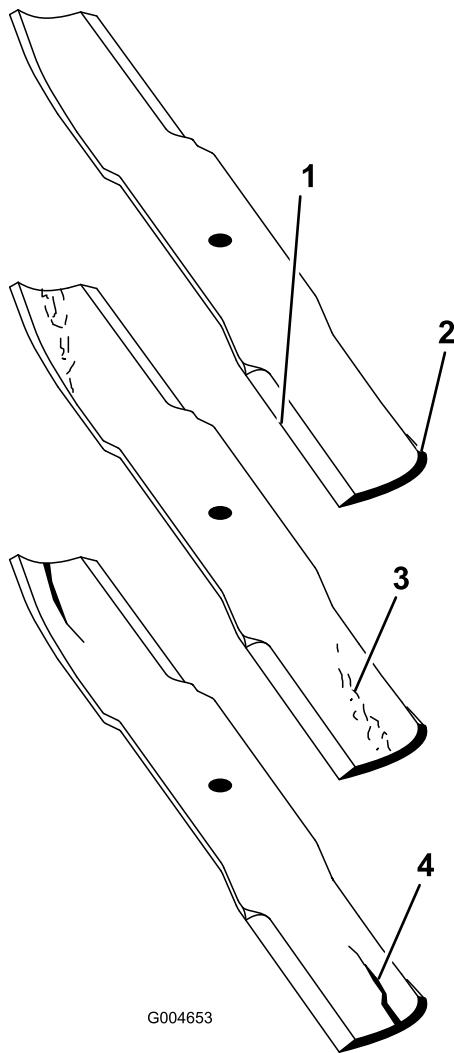

Figura 73
1. Controllate i taglienti (Figura 73). Se i taglienti non sono affilati o mostrano delle tacche, togliete le lame e affilatele. Vedere Affilatura delle lame.
2. Controllate le lame, in particolare l'area curva (Figura 73). In caso di danni, usura o scanalature nell'area (Figura 73), montate immediatamente una nuova lama.